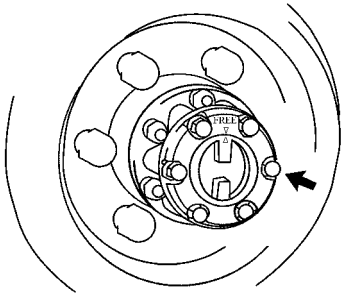

图 14-44 拆下罩盖固定螺栓拉出罩盖
- 2) 拆下罩盖固定螺栓，拉出罩盖，如图 14-44 所示。